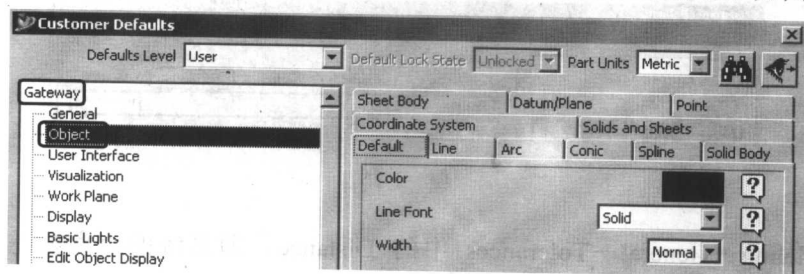

图 1-11
- ② Gateway→Object, 即设置各类体素默认的颜色、线型、线宽等, 如图 1-11 所示。